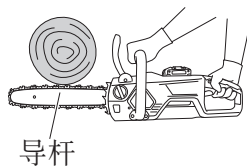

图 24
- (5) 当从底部切入木头时，使导杆上部稍微接触木材。（图 24）
- (6) 同时要仔细学习操作说明，确保在使用前知晓电链锯操作的实用说明，或者至少要通过在锯架上锯割各种长度的原木来实际练习如何使用电链锯。
- (7) 在锯割原木或不支持的木材时，在锯割过程中请使用锯架或其他妥善方式将其固定并妥善支撑。